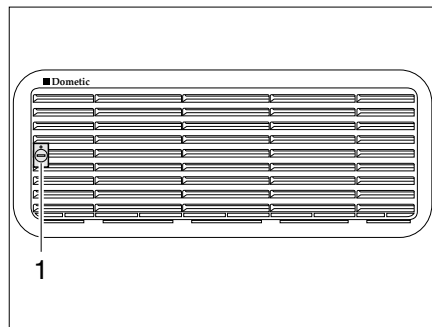
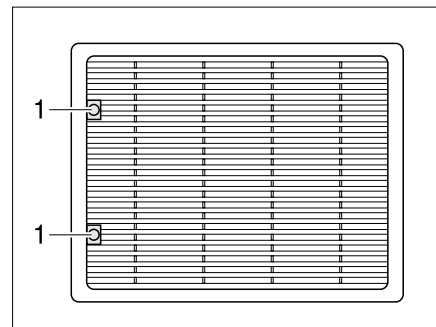

Fig. 334 Grille d'aération du réfrigérateur (Dometic petit)
Fig. 335 Grille d'aération du réfrigérateur (Dometic grand)
- Tourner la vis (Fig. 334,1 ou Fig. 335,1) d'un quart de tour à l'aide d'une pièce de monnaie.